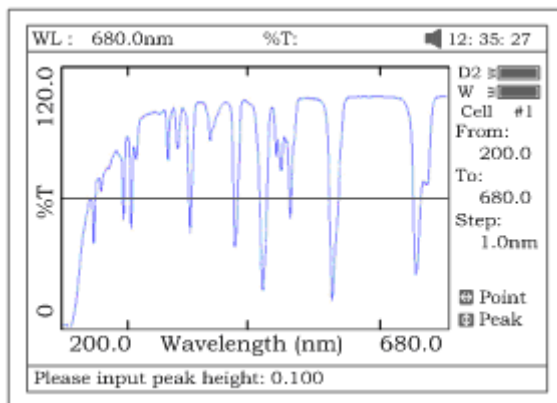
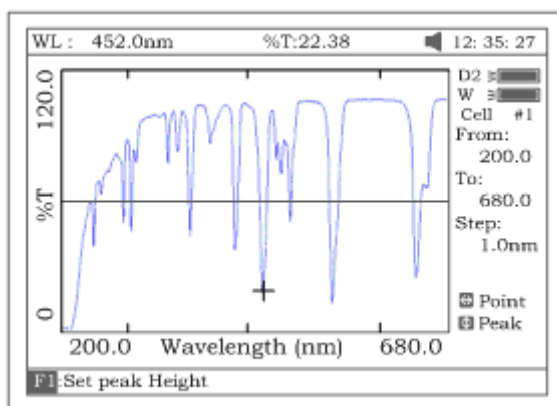

Рис. 50
Рис. 51
- а) Переходя от пика к пику, нажимайте клавишу **[F1]** для установки «высоты пика» и вводите значения с цифровой клавиатуры (рис.50). Нажимайте **[Λ]** для поиска пика слева направо и **[V]** – для поиска справа налево. Величина каждого пика будет выводиться на экран по одному (рис.51).